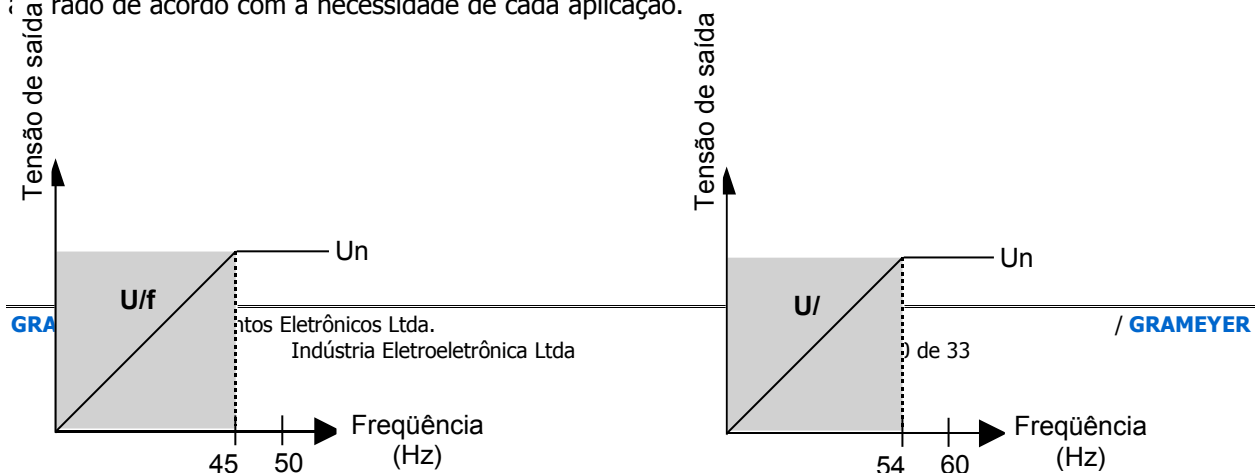

Figura 2 – Ponto de atuação da proteção U/F
O trimpot **U/F** determina o ponto de atuação do modo U/F, que pode ser desde a freqüência nominal (Fn) até 1/3 de Fn, cujo valor sai ajustado de fábrica 10% abaixo da Fn. Para operação em 60Hz é ajustado para 54Hz e para operação em 50Hz é ajustado para 45Hz (ver Figura 2), cujo valor pode ser variado de acordo com a necessidade de cada aplicação.
- ✦ Não deixar a proteção U/F abaixo de 20% da frequência nominal. A configuração deve ser feita conforme Figura 2 para evitar problemas no desligamento.